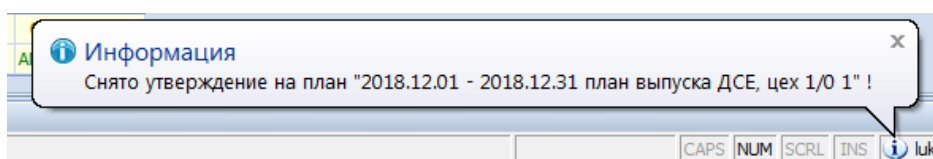

Рисунок 118. Пример сообщения в окне "Информация"
- в окне «**Информация**» появится сообщение о снятии утверждения на план (рис. 118).